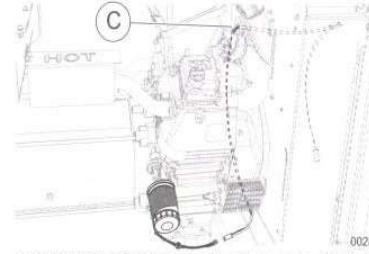

Рисунок 7. Прокладывание проводов обогревателя (11–22 кВт)
- Вставьте разъем в одно из гнезд Y-образного жгута (B).
- См. Рисунок 7. Протяните подводящие провода и пустое гнездо Y-образного жгута под двигателем и через изолирующую втулку (C) в разделительной панели двигателя.